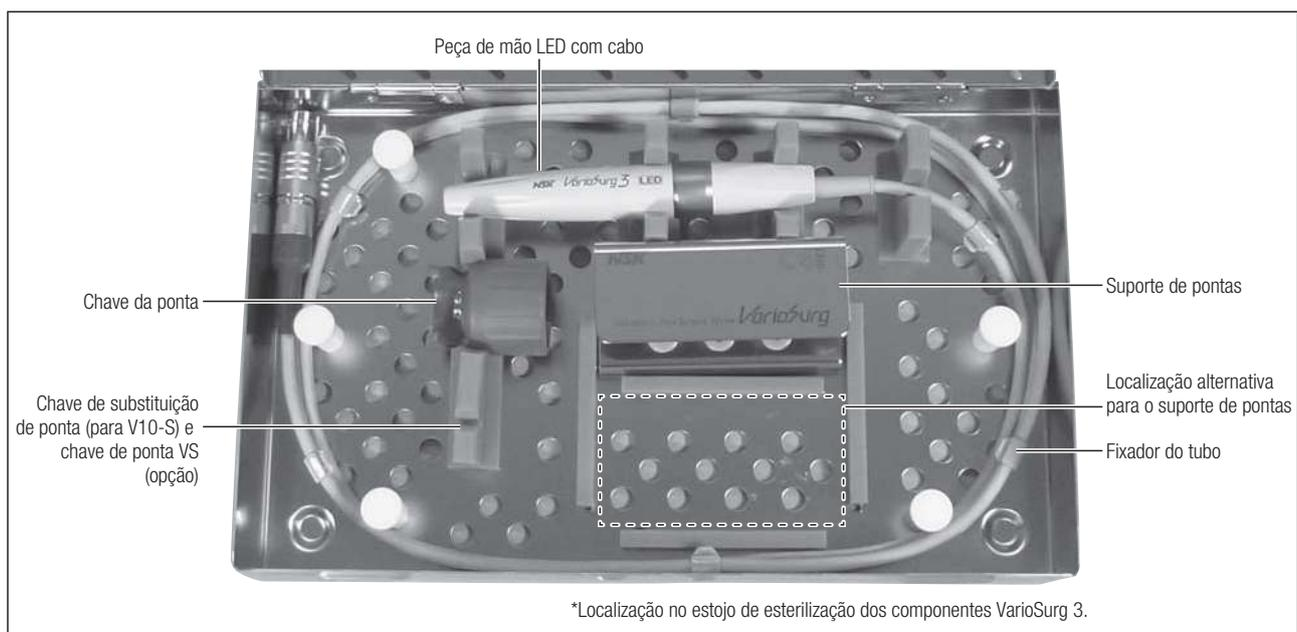

Fig. 24
- 1) Disponha a peça de mão e a chave da ponta no estojo de esterilização (Fig. 24).